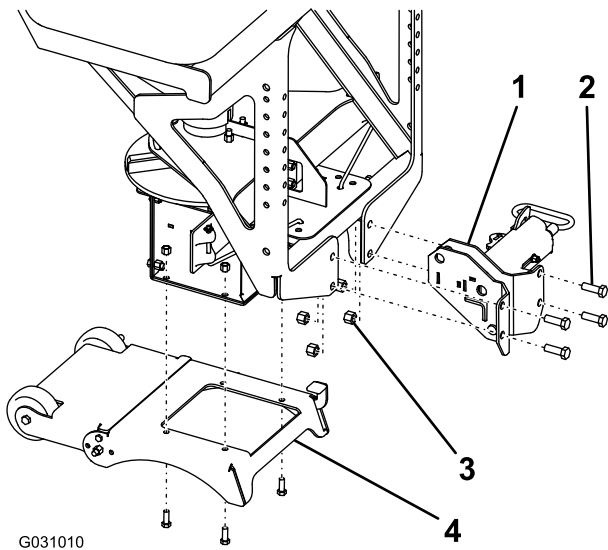

Bild 8
- Befestigen Sie die RT3-Halterung mit 4 Schrauben (1/2") und Sicherungsmuttern (1/2") am Streuer und ziehen Sie die Schrauben mit 76 N·m an (Bild 8).
- Befestigen Sie die Haltevorrichtung mit den 4 Schrauben (3/8") und Sicherungsmuttern (3/8") am Streuer und ziehen Sie die Schrauben mit 27 N·m an (Bild 8).